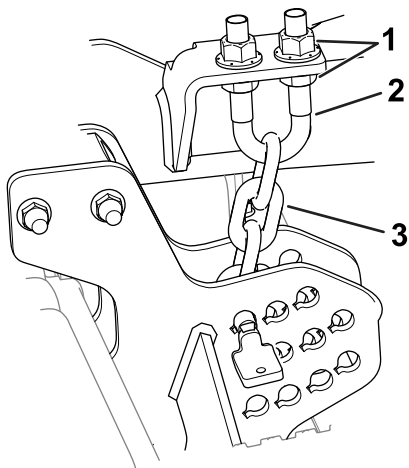

Figura 11
6. Slăbiți contrapiulițele din partea superioară sau inferioară a urubului în U al lanului pentru înălțimea de tăiere (Figura 11).